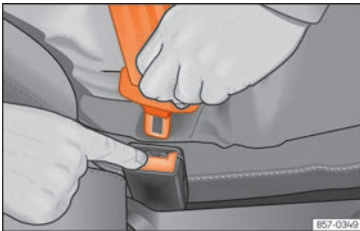

Abb. 24 Schloßzunge vom Gurtschloß lösen.
- Rote Taste im Gurtschloß drücken »» (Abb. 24). Die Schloßzunge springt heraus.